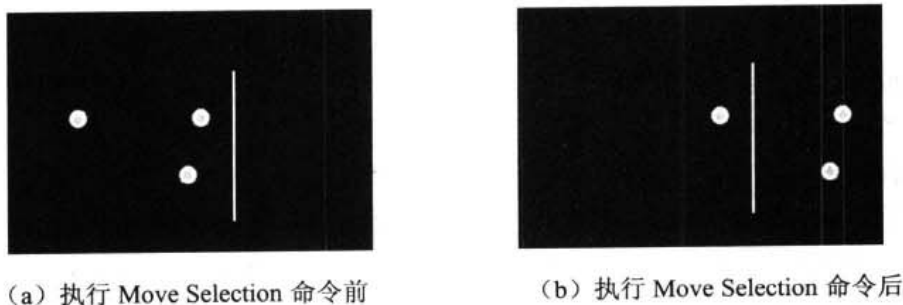

图 10-56 移动处于选中状态的元件 (图中焊盘被选中，导线未被选中)
- **Move Selection:** 移动处于选中状态的元件。执行该命令后，光标变为十字，用光标拖动被选中的任一元件都将拖动全部被选中的元件，拖动时被选中元件的相对位置保持不变，如图 10-56 所示。其中的三个焊盘已被选中，而导线未被选中。执行 Move Selection 命令前后的，则状态分别如图 (a) 和 (b) 所示。